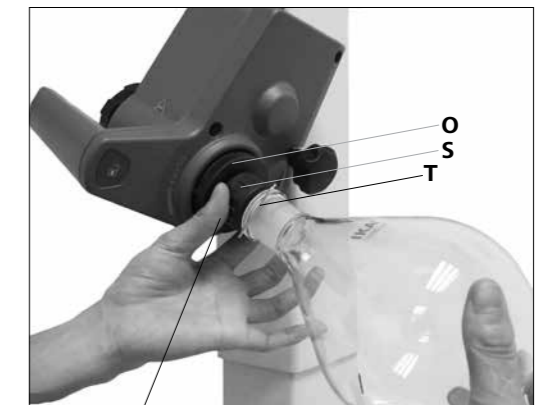

Fig.15b
- Drehen Sie die Kunststoffmutter (P) mit der Klammer (S) gegen den Uhrzeigersinn bis sich die Klammer über den Flansch legen lässt. (Fig.15b)
- Drehen Sie die Kunststoffmutter nun im Uhrzeigersinn bis die Klammer am Flansch fest anliegt. Halten Sie dazu die Arretierung (O) des Dampfdurchführungsrohres.